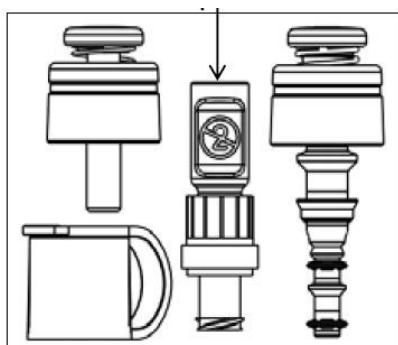

Figure 3
- 13) Bei Verwendung des vierteiligen Kits (siehe Abb. 3) das Torrent® Spülendoskopverbindungsstück anschließen.